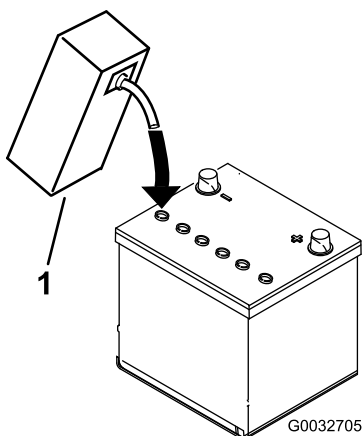

Figura 7
- Encha cuidadosamente cada célula com eletrólito até as placas estarem cobertas com cerca de 6 mm de fluido (Figura 7).
- Aguarde aproximadamente 20 a 30 minutos para que as placas fiquem embebidas em eletrólito. Se necessário, volte a colocar eletrólito até ficar cerca de 6 mm acima do fundo do depósito de enchimento (Figura 7).